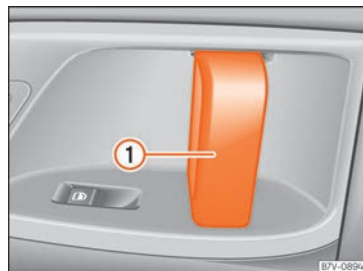

Abb. 98 An der Schiebetür: Türgriff ①.
- Bei entriegelter Schiebetür den Türinnengriff ziehen und Schiebetür vollständig aufschieben »» **Abb. 98** ①.